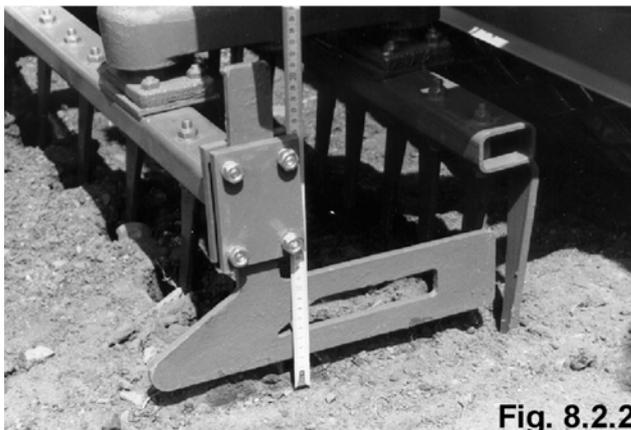

Fig. 8.2.2
- réglez les bordures latérales de façon à ce qu'elles soient à env. 2 cm au-dessus du sol (fig. 8.2.2) ;